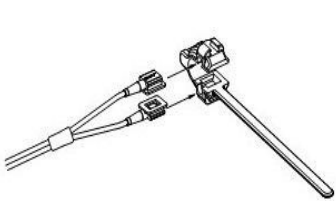
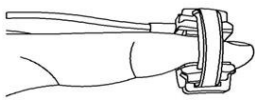

Figura 3 Sensore universale a Y
Figura 4(A/B) Sensore a Y su dito/pianta del piede
9. Il sensore SpO₂ Universale di Tipo a Y con fascia in gomma può essere avvolto attorno un dito o alla pianta del piede (specialmente per le misurazioni su neonati). Questo sensore viene mostrato nella Figura 3 nel suo stato aperto, la fascia in gomma può essere rimossa dal sensore a Y per la pulizia, il sistema di fissaggio della fascia può essere regolato per allineare il sensore e garantire una corretta aderenza. Posizionare il sensore a Y nella sua sede all'interno della fascia aperta prima di avvolgerla intorno al dito o alla pianta del piede. Quando viene utilizzato su un dito, inserire il dito all'interno della fascia in modo che si trovi tra i due lati del sensore a Y, quindi avvolgere la fascia attorno al sensore come mostrato nella Figura 4(A). Quando viene utilizzato sulla pianta del piede, posizionare la pianta del piede all'interno della fascia, quindi avvolgerla attorno al piede e stringerla con la forza adeguata come mostrato nella Figura 4(B); si raccomanda vivamente di utilizzare garza autoadesiva per assicurare il cavo del sensore in prossimità del sito di misurazione, in modo da evitare che il sensore si sposti dall'area misurata e garantire una maggior qualità del segnale.